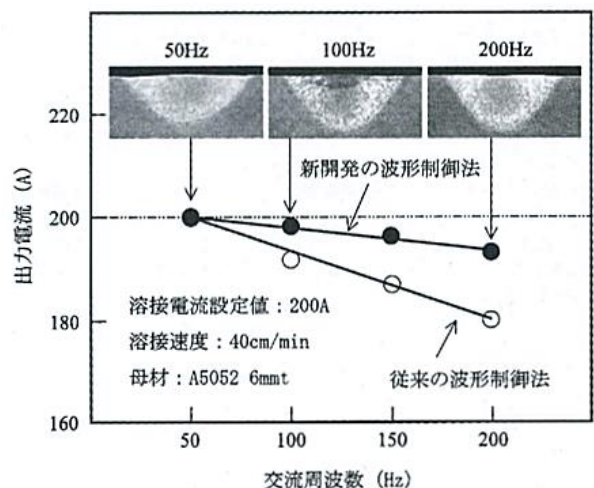

図 266-4 交流周波数調整にともなう出力電流低減の自動補正
② D-2・・・交流周波数調整にともなう出力電流低減の自動補正
- 従来の波形制御法では交流周波数が調整されても交流波形のピーク電流が一定であるため、図 266-4 に示すように交流周波数が高いほど出力電流の平均値が減少する。設定電流 200A の場合、50Hz における出力電流は 200A であるが、200Hz における出力電流は設定値より 20A も低くなる。このため、溶込み深さが減少し、溶接条件調整は不便であった。